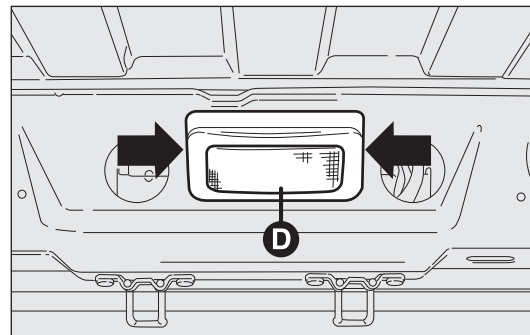
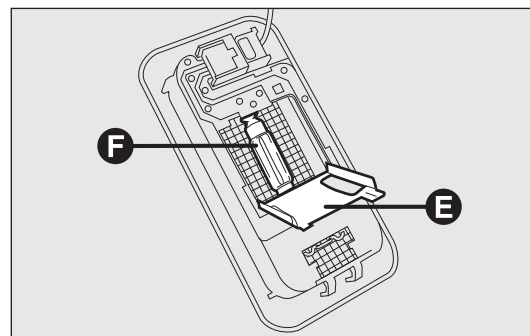

fig. 196
fig. 197
- agire nei punti indicati dalle frecce e rimuovere la plafoniera D-fig. 196;
- aprire lo sportellino di protezione E-fig. 197;
- sostituire la lampada F-fig. 197 svincolandola dai contatti laterali accertandosi che la nuova lampada risulti correttamente bloccata tra i contatti stessi;
- chiudere lo sportellino di protezione E-fig. 197 e reinserire la plafoniera D-fig. 196 nel proprio alloggiamento accertandosi dell'avvenuto bloccaggio.